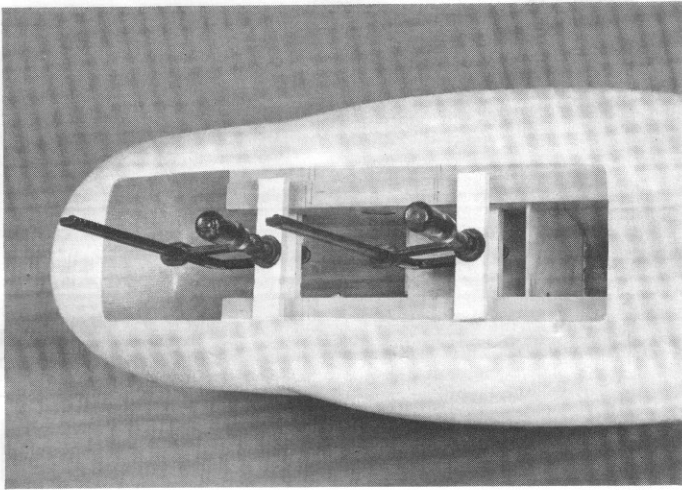

Abb. 15
Auf dem Plan ist das in den Positionen mit gestrichelten Linien dargestellt. In der Zwischenzeit sind die Leimstellen der eingeklebten Baugruppe (100) — (110) im Rumpf getrocknet. Die beiden Längsspannen (112/113) nun einpassen. Sie müssen an den Seiten innen am Rumpf anliegen und die Längskanten bündig mit denen der Teile (100) abschließen. Ist das der Fall, dann die Klebestellen innen im Rumpf mit Sandpapier aufrauen, entfetten und unter Leimzugabe die beiden Längsspannen einsetzen. Um eine gute Klebeverbindung zu erhalten, die Teile so mit Schraubzwingen festspannen wie es die Abbildung 15 darstellt. Die vier kurzen Hölzer für die Schraubzwingen aus der 10 x 10 mm Kieferleiste zuschneiden. Zwei davon in die Öffnungen der Längsspanne (100) stecken.